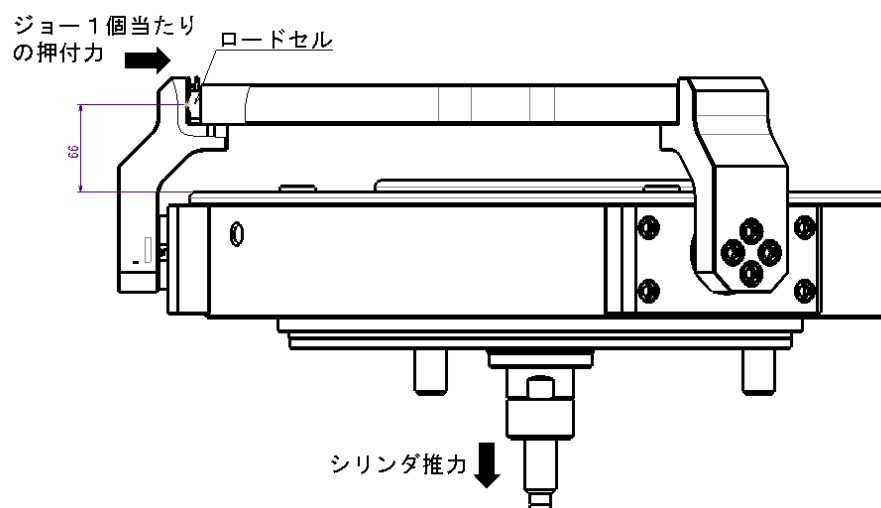

図 4 把握力測定方法
- 把握位置は図 4 の高さです。(P-12 の表 4 も併せて参照)